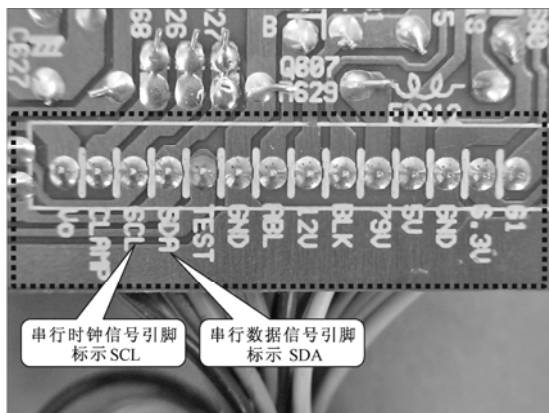

图 4-22 微处理器输出到视频电路板上的插件引脚焊点图
$I^2C$  总线信号是微处理器的标志信号, 该信号是峰值为 5V 的脉冲并列。微处理器 IC501 中②④、②⑤脚为  $I^2C$  总线信号输出端, 其中②④脚输出串行数据信号 (SDA), ②⑤脚输出串行时钟信号 (SCL), 但由于微处理器引脚比较多, 用示波器检测不方便, 则对其输出的控制信号, 也可以在视频电路板上进行检测。图 4-22 为微处理器输出到视频电路板的插件引脚焊点分布图。从如图 4-22 所示中可以看到输出串行数据、时钟信号的引脚, 它们分别标有 SDA、SCL。